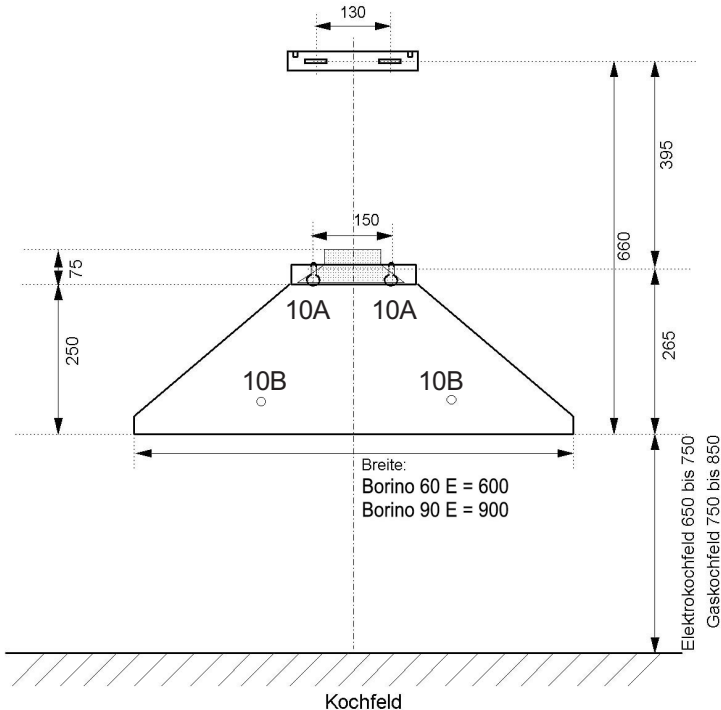

Abb. 14
Unter Beachtung des Mindestabstandes zum Kochfeld die Einbauhöhe der Haube ermitteln (Abb. 14). Obere Bohrlöcher (10A) für Wandbefestigung anzeichnen, bohren, 2 Dübel 6 mm (19) einsetzen und 2 Schrauben 4x35 mm (18) nur soweit eindrehen, bis die Schraubenköpfe noch ca. 10 mm aus der Wand herausragen. Für das Montageblech (21) des Grundschachtes nach Abb. 14 die Bohrpunkte ausmessen und anzeichnen. Zwei Löcher bohren und Dübel (19) einsetzen. Mit zwei Schrauben 4,0x35 (18) das Montageblech (21) befestigen.